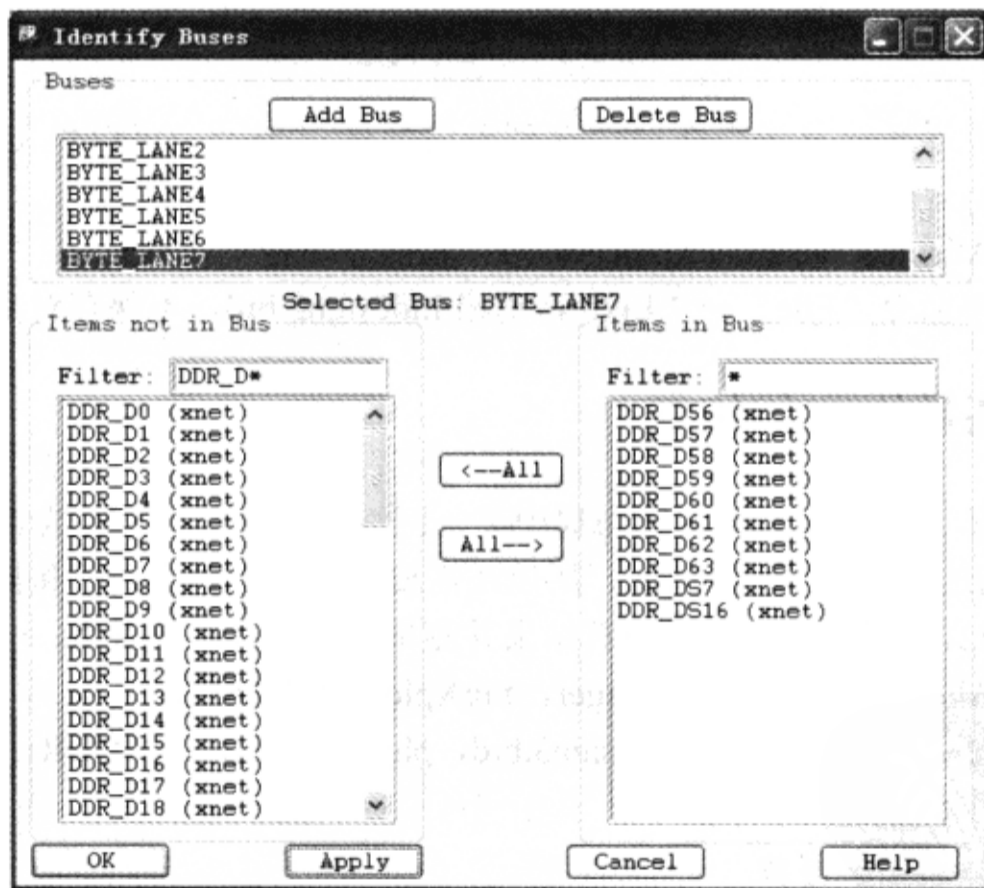

图 3-7-6 添加网络
(6) 在“Identify Buses”对话框中单击“Apply”按钮，现在已经添加了总线“BYTE\_LANE0”。
(7) 按照此方法再依次添加总线，如图 3-7-6 所示。